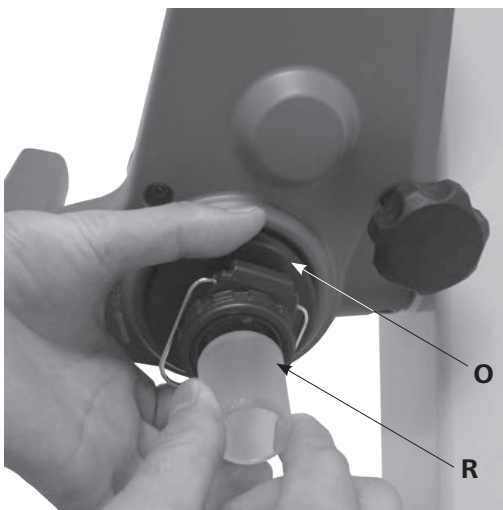

Fig.14b
- 顺时针转动锁定装置 (O) 60°进行锁定。(Fig. 14b)